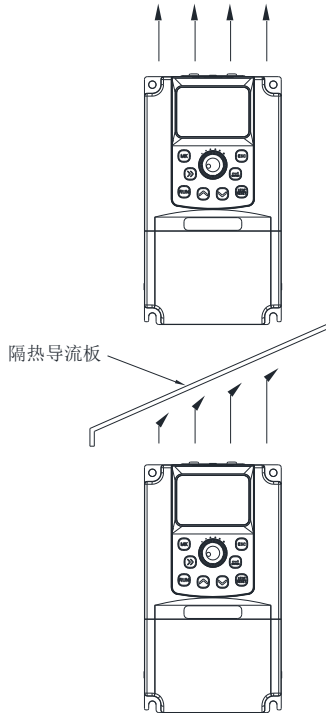

图 2-1 JT500 变频器安装示意图
- 1) 请垂直安装变频器，便于热量向上散发,但不能倒置。若柜内有较多变频器时，最好是并排安装。在需要上下安装的情况，请参考图 2-1 安装隔热导流板。
- 2) 安装空间遵照图 2-1 所示，保证变频器的散热空间。但布置时请考虑柜内其它器件的散热情况。